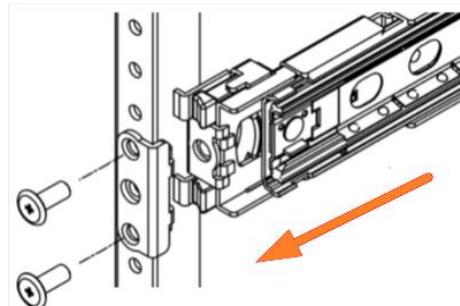

Рисунок 84 - Передний кронштейн
- 3) Выровнять передний кронштейн с монтажным отверстием (см. Рисунок 84).